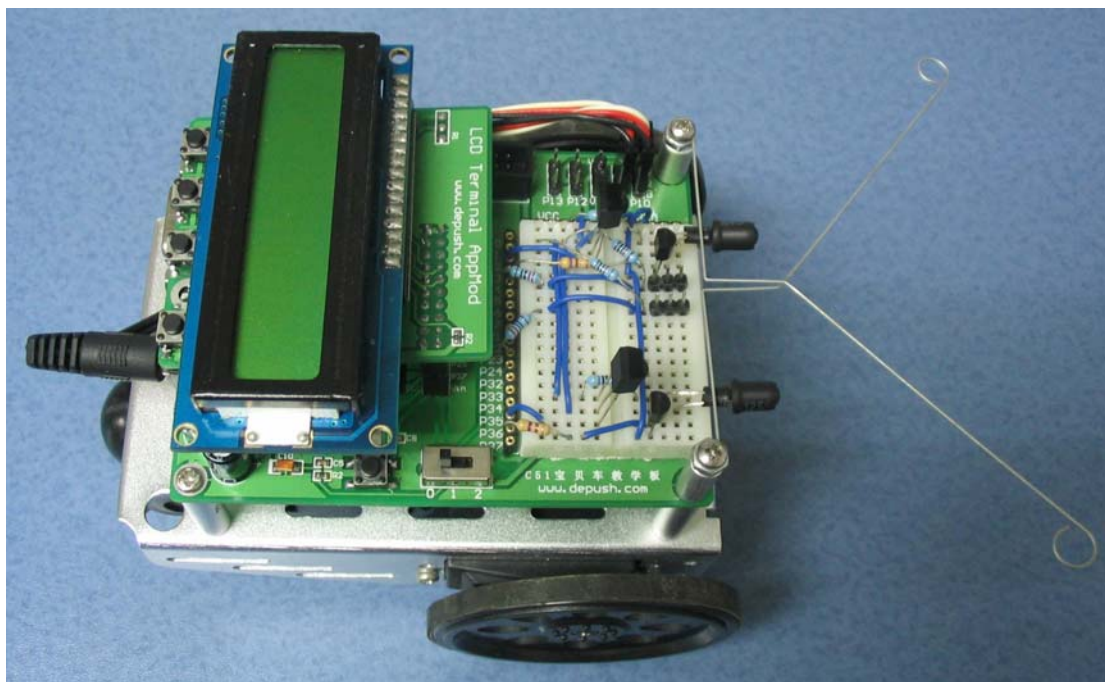

图 9-4 多传感器智能机器人
- 按图 9-4 所示搭建机器人。触觉及红外电路分别参考图 4-3 和图 5-3